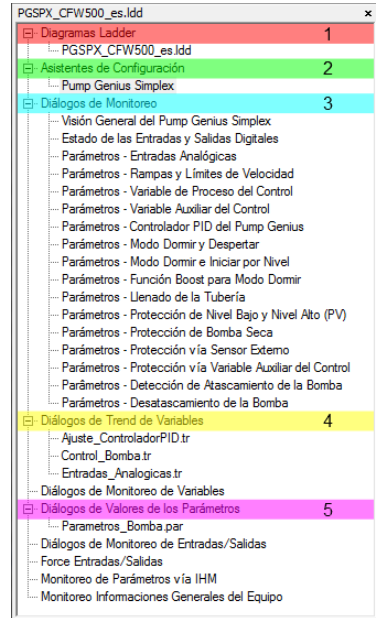

Figura 6.1 – Árbol del Proyecto
A través del WLP es posible implementar o modificar el aplicativo ladder de la aplicación Pump Genius, configurar los parámetros a través del Asistente de Configuración (2), monitorear parámetros y variables a través de los Diálogos de Monitoreo (3), monitorear variables a través de los Diálogos de Trend de Variables (4), y hacer el upload/download de los parámetros del convertidor CFW500 a través de los Diálogos de Valores de los Parámetros (5). La figura 6.1 muestra el árbol de proyectos donde se están las funciones antes citadas.